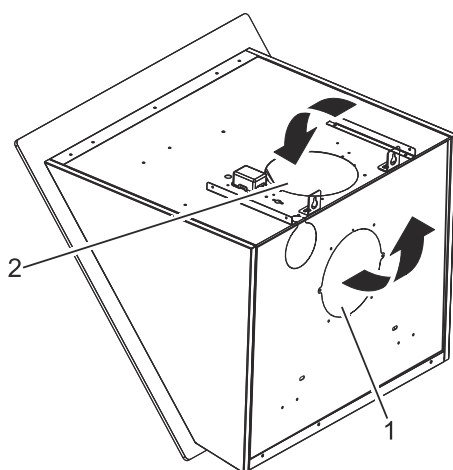

Fig. 11: Rotér motoren.
2. ➡ Tryk eller slå forsigtigt på det forskårne bagplade for at knække det ud. (Fig. 11/1).
4. ➡ Brug den knækkede plade til at lukke hullet af i toppen, med det medfølgende 2 skruer (Fig. 11/2).
Kontakt os for spørgsmål (Fig. 11).